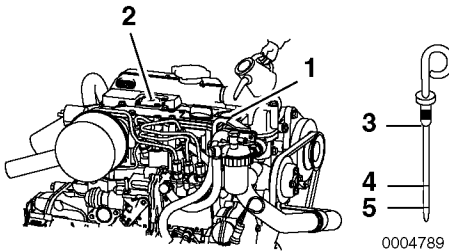

Abbildung 6
2. Peilstab herausnehmen (**Abbildung 6, (3)**) und mit einem sauberen Tuch abwischen.
4. Peilstab herausziehen. Der Ölstand sollte zwischen oberer (**Abbildung 6, (4)**) und unterer (**Abbildung 6, (5)**) Markierung des Peilstabs liegen.
1. Nehmen Sie den gelben Öffüllstutzendeckel vom Füllstutzen (**Abbildung 6, (1)**) auf der Abdeckung des Kipphebels (**Abbildung 6, (1)**) ab und füllen Sie Motoröl ein.
2. Füllen Sie Motoröl bis zur oberen Markierung (**Abbildung 6, (4)**) am Peilstab ein (**Abbildung 6, (3)**).